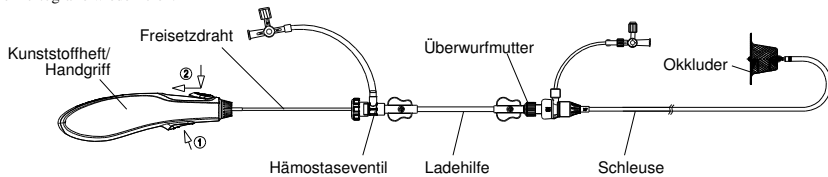

Abbildung 7. Freisetzen des Okkluders
- Die Schleuse weiterhin in Kontakt mit dem Okkluderansatz halten und den Freisetzdraht behutsam zurückziehen, bis er sich vom Okkluder löst. Abschließend den Freisetzdraht und die Schleuse aus dem Patienten entfernen. (Siehe **Abbildung 7**)